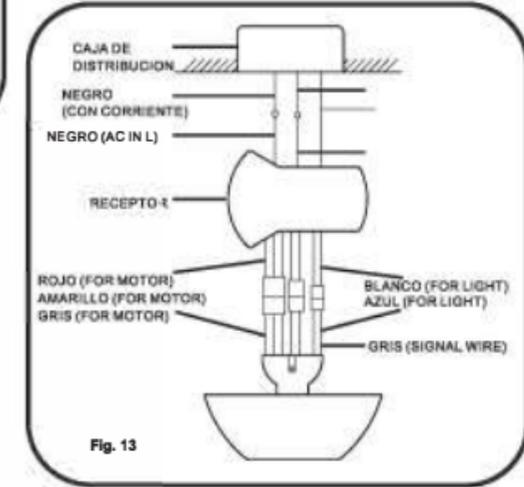

Fig. 13
**Paso 3.** Motor de cables del receptor conexiones eléctricas conectar las 4P - 4P para el motor / 2p - 2p para la luz / gris \* gris para la señal desde el motor hasta el receptor. ( Fig.13 )